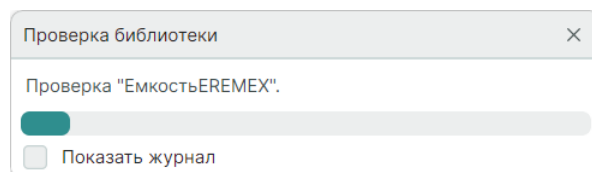

Рис. 14 Отображение процесса проверки библиотеки
3. Система запустит процесс проверки библиотеки, см. Рис. 14.